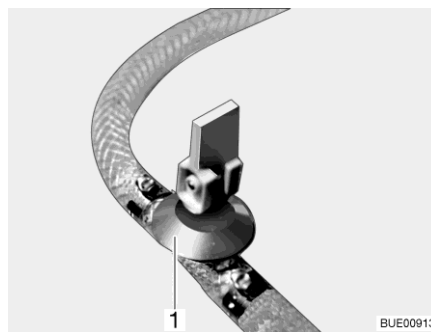

Fig. 145 Rubinetto di scarico
- Chiudere il rubinetto/i rubinetti di scarico. A questo scopo posizionare orizzontalmente la leva a bilanciere (Fig. 145,1).
- Aprire il rubinetto/i rubinetti di scarico (Fig. 145). A questo scopo posizionare verticalmente la leva a bilanciere (Fig. 145,1). Il boiler viene svuotato verso l'esterno.